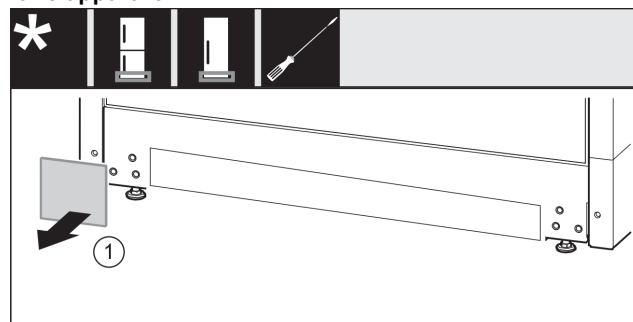

Fig. 17
- Tag afdækningen af. Fig. 17 (1)